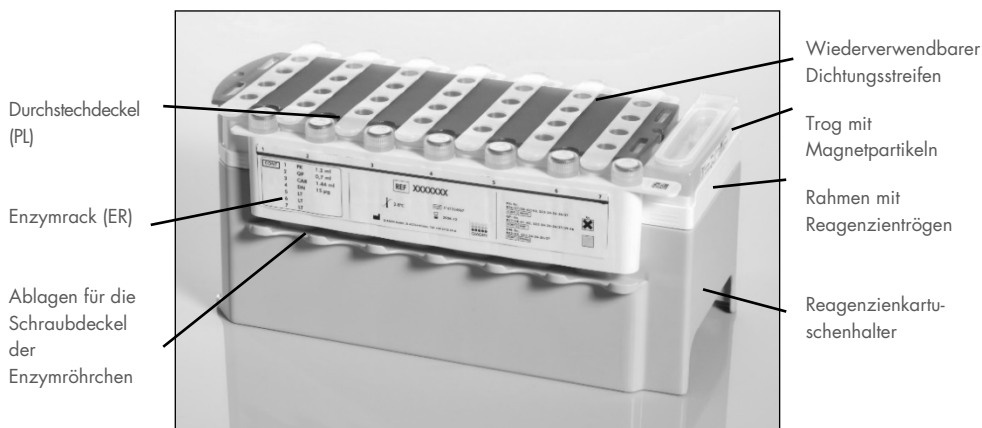

Abbildung 2. QIASymphony Reagenzienkartusche (RC) Die Reagenzienkartusche (RC) enthält alle Reagenzien, die für den Protokolllauf benötigt werden.
Die Reagenzien für die DNA-Aufreinigung befinden sich in einer innovativen Reagenzienkartusche (RC) (siehe Abbildung 2). Jeder Trog der Reagenzienkartusche (RC) enthält ein bestimmtes Reagenz, beispielsweise Magnetpartikel, Lysepuffer, Waschpuffer oder Elutionspuffer. Nur teilweise aufgebrauchte Reagenzienkartuschen (RC) können mit den wiederverwendbaren Dichtungstreifen für eine spätere Wiederverwendung verschlossen werden, sodass am Ende des Aufreinigungsverfahrens kein zusätzlicher Abfall durch übrig gebliebene Reagenzien entsteht.
Nachdem die Abdeckung des Magnetpartikel-Trogs entfernt und die R hrchen im Enzymrack ge ffnet wurden (die Schraubdeckel k nnen in den daf r vorgesehenen Ablagen aufbewahrt werden, siehe Abbildung 2), wird die Reagenzienkartusche (RC) in die Schublade „Reagents and Consumables“ (Reagenzien und Verbrauchsmaterialien) gestellt.